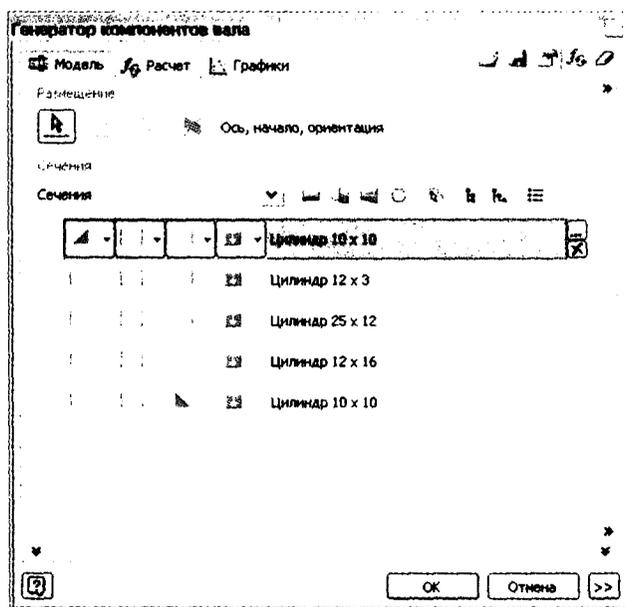

Рис. 8.7. Добавление фасок в начало и конец вала
15. Добавьте фаску **.3** как элемент первого ребра в первый сегмент вала. Ваше диалоговое окно должно выглядеть как на рис. 8.7.